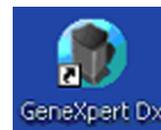

Figura 2-17. Icona di collegamento al sistema GeneXpert Dx
5. Il software GeneXpert Dx viene avviato automaticamente all'avvio del sistema. Un'icona GeneXpert Dx sul desktop di Windows consente l'inizializzazione manuale del software. Vedere la Figura 2-17.